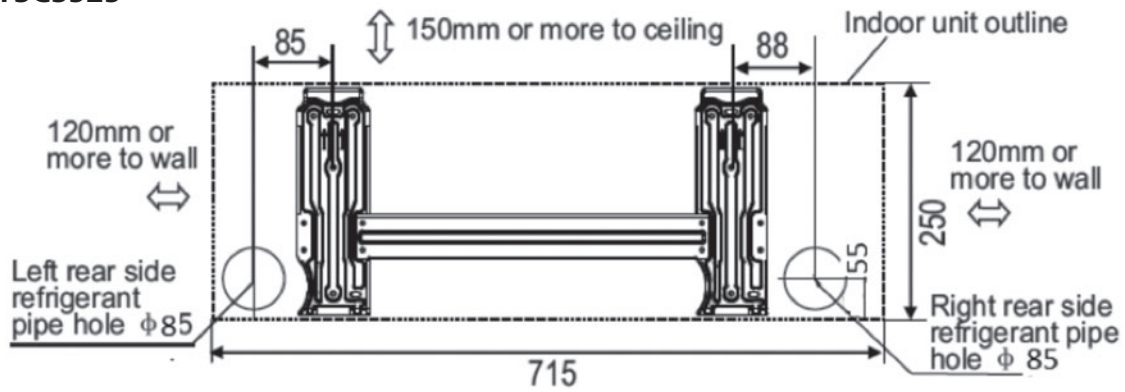

Figura 8
- Mettere la placca di installazione ① in posizione orizzontale su una parete sufficientemente solida e mantenere uno spazio attorno alla placca di installazione. Vedi la figura 8.
- Se la parete è fatta di mattoni, cemento o un materiale simile, occorre praticare con il trapano otto buchi con un diametro di 5 mm nella parete. Applicare i tappi ② per le relative viti di fissaggio ③.
- Montare la placca di installazione ① alla parete con otto viti del tipo "A" ③.